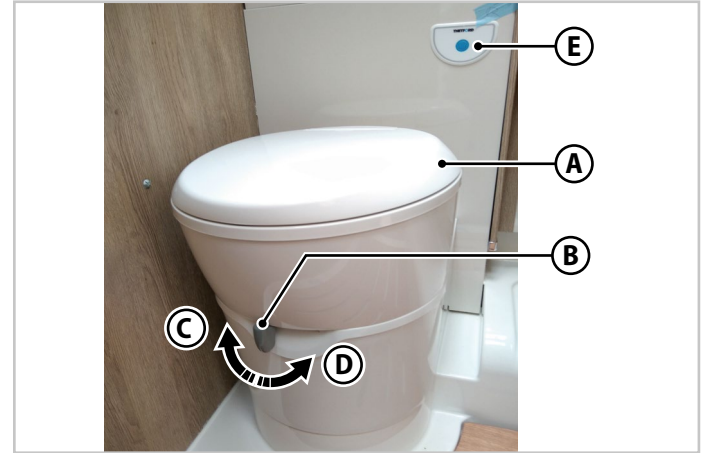

Fig.6.37 - Cómo accionar la cisterna del inodoro
La parte superior del inodoro (A - Fig.6.37) puede girar hacia la derecha o la izquierda permitiendo aprovechar el espacio de la mejor manera posible.
1. Mueva la palanca (B - Fig.6.37) a la posición (C - Fig.6.37) para abrir la compuerta de desagüe.
2. Mantenga presionado el botón (E - Fig.6.37) durante el tiempo que sea necesario.
3. Para cerrar la tapa de descarga de la cisterna, mueva la palanca a la posición (D - Fig.6.37).
1. Compruebe que la tapa de descarga del inodoro esté cerrada: la palanca (**B** - Fig.6.37) debe estar en la posición (**D** - Fig.6.37).